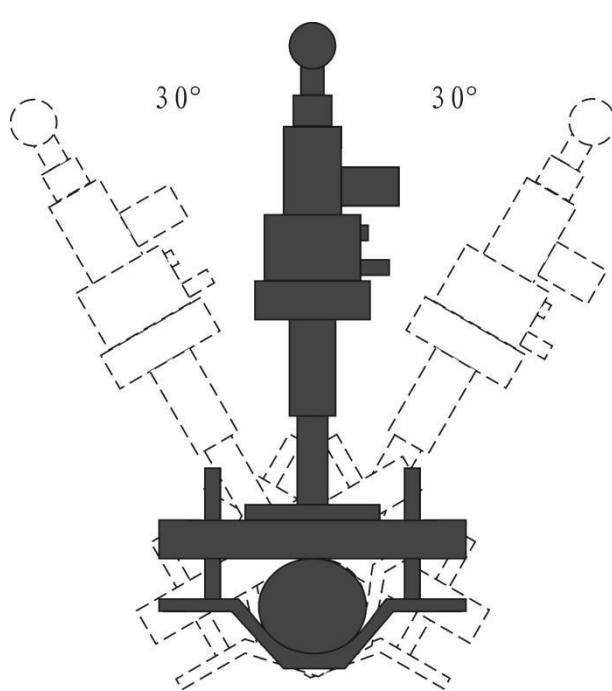

图 2
5. 一般刺扎电缆应选择三个不同的位置刺扎，各点最好相距 30 度角；使用双枪刺扎时，两把枪固定位置应偏转 30 度---40 度角(图 2)；